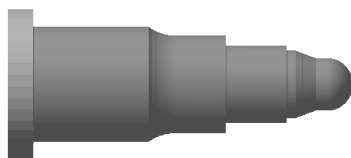

图 6-26 实体切削仿真（1）
- 单击对话框中的 View from last result 按钮，然后单击 Forward replay 按钮，显示实体切削仿真（1）如图 6-26 所示。